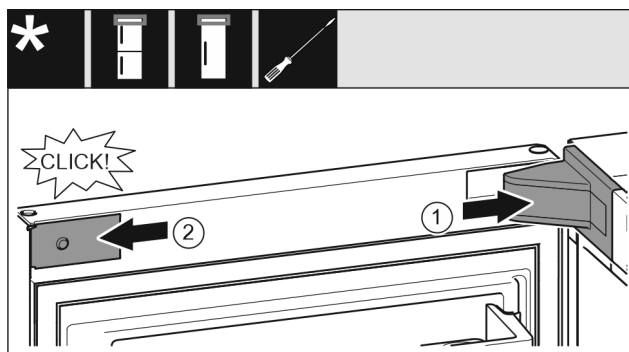

Fig. 23
- ▶ Stavite pokrov podloška ležaja i pustite ga da uskoči, po potrebi ga oprezno razdvojite. Fig. 23 (1)
- ▶ Postavite masku bočno i pustite da uskoči. Fig. 23 (2)